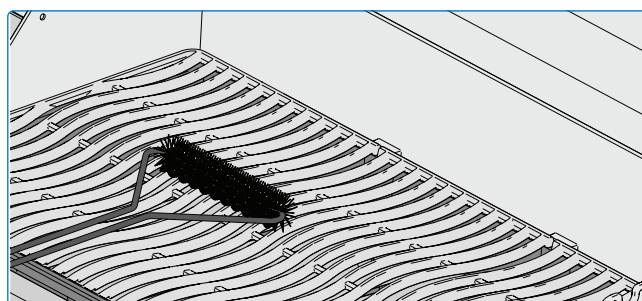

Fig. 18
- Om schoon te maken, verwarm de grill voor en gebruik een staalborstel om etensresten te verwijderen (Fig. 18, 19, 20).